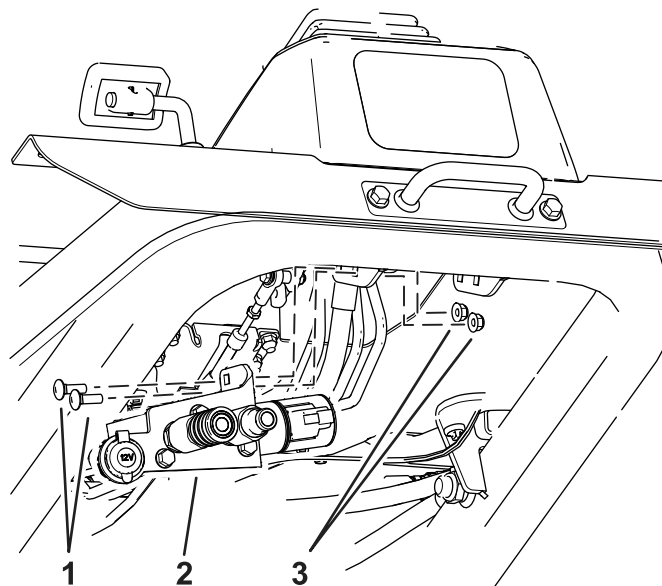

Figura 2
4. Sujete el soporte con el distribuidor a la máquina con 2 pernos de cuello cuadrado (5/16" x 1") y 2 contratuercas (5/16"), como se muestra en la Figura 2.